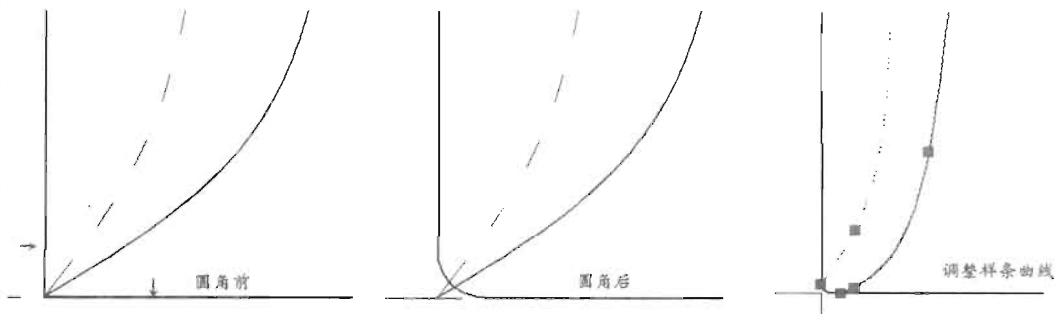

图 5-133
(8) 滚动鼠标中键, 将视图放大显示, 可以看到扶手图形端点处的角比较尖锐, 还需要进行圆角。单击“修改”工具栏中的“圆角”按钮, 圆角半径为 10, 圆角后再重新调整一下样条曲线, 如图 5-133 所示。